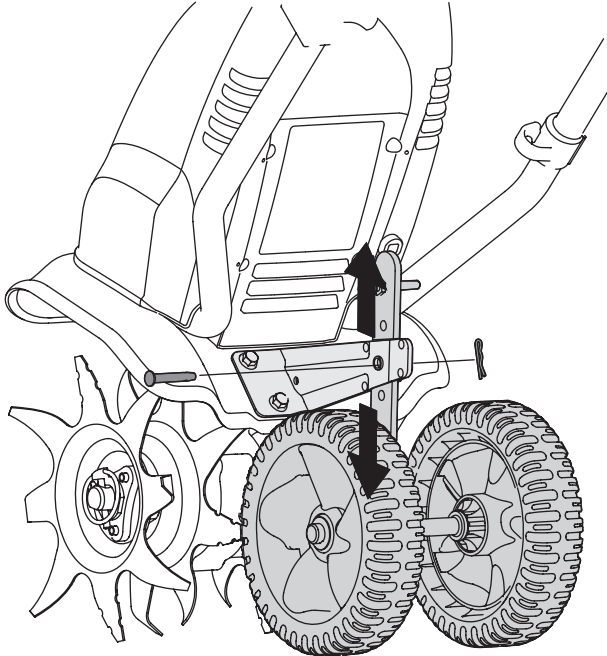

Fig. 8
1. Retirez la goupille de la vis à ?illet et sortez-la du support arrière (Fig. 8).